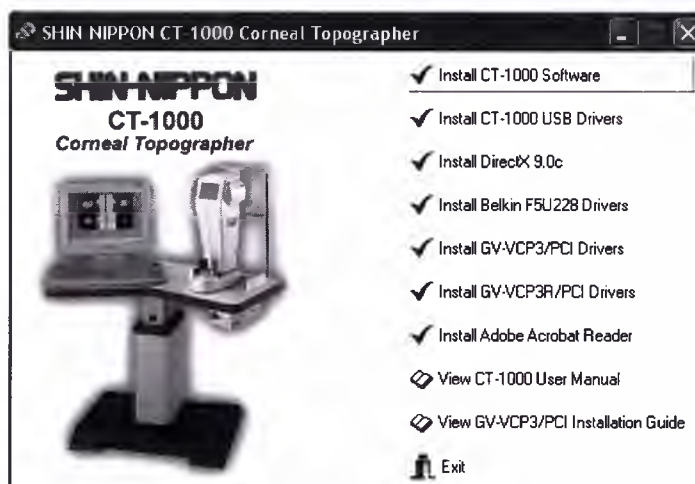

Рис.1
3. Когда на экране появится интерфейс мастера установки, щелкните мышью на надписи **Install CT-1000 Software** (рис.1)